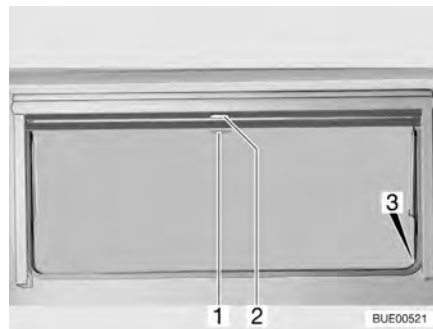

Fig. 60 Fenêtre projetante
- Tirer le store occultant vers le bas en le maintenant par la poignée (Fig. 60,2). Lorsque le store occultant est complètement fermé, l'accrocher des deux côtés du cadre de la fenêtre dans le dispositif de blocage (Fig. 60,3).
- Lorsque le store occultant est complètement fermé : Appuyer sur la poignée (Fig. 60,2) vers le bas tout en la tirant légèrement vers l'intérieur. Décrocher à droite et à gauche le store occultant du dispositif de blocage du cadre de la fenêtre.
- Si le store occultant se trouve dans une position intermédiaire : Tirer la poignée (Fig. 60,2) vers le bas jusqu'à ce que le dispositif de blocage se débloque.
- Tirer la moustiquaire par la poignée (Fig. 60,1) vers le bas et l'accrocher des deux côtés sur le cadre de la fenêtre dans le dispositif de blocage (Fig. 60,3).
- Appuyer sur la poignée (Fig. 60,1) vers le bas tout en la tirant légèrement vers l'intérieur. Décrocher à droite et à gauche la moustiquaire des dispositifs de blocage du cadre de la fenêtre.